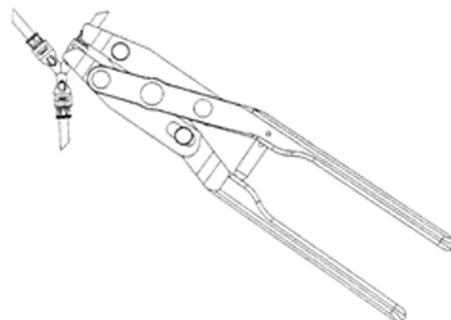

Abbildung 4-36. Quick Connect-Konnektorzange (Zugang seitlich über einen 3-Wege-Konnektor)
9. Bei Verwendung eines 3-Wege-Konnektors muss die Zange dreimal, d. h. einmal an jedem Konnektorende, angesetzt werden. Die Zange muss von der Seite beider Konnektorenden fassen. Schlauch in jedes Konnektorende schieben, bis sie die Innenwand berührt (was durch das Sichtfenster zu erkennen ist) (**Abbildung 4-36**).